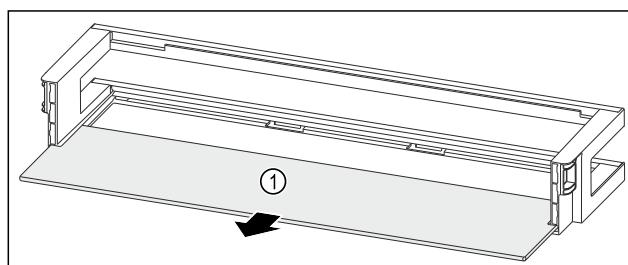

Fig. 89 Dveřní příhrádka s odkládací plochou
- Odkládací plochu Fig. 89 (1) odeberte.